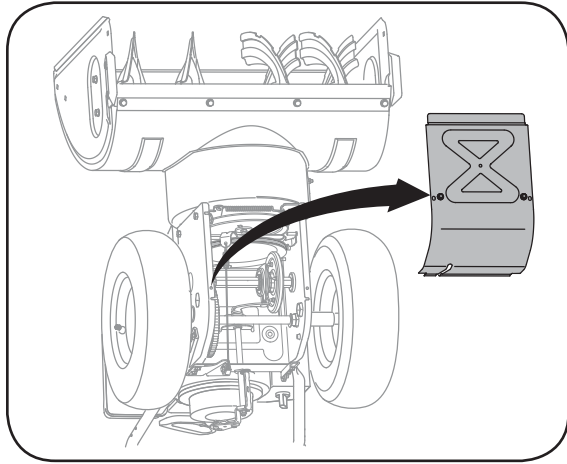

Figure 6-5
2. Basculez doucement la souffléuse vers l'avant pour la faire reposer sur l'habitacle de la tarière. Voir la Figure 6-5.
2. Basculez doucement la souffluse vers l'avant pour la faire reposer sur l'habitacle de la tarrière. Démontez le couvre-châssis du dessous de la souffluse en retirant les vis auto-taraudeuses qui le maintiennent en place. Voir la Figure 6-5.